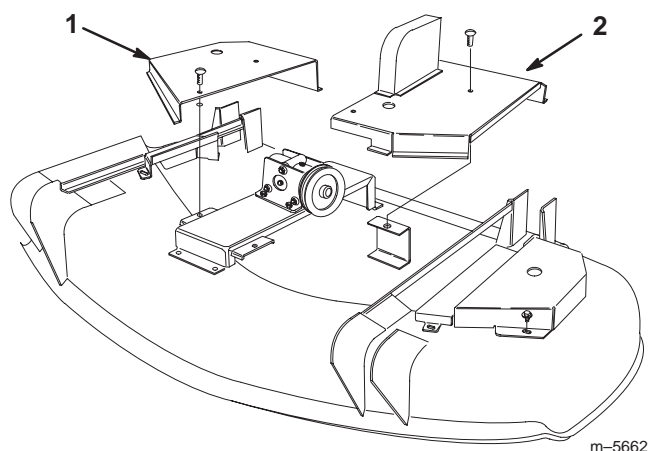

Figure 33
1. Desserrez les fixations des carters intérieurs gauche et droit du plateau de coupe, puis déposez les carters (Fig. 33).
5. Reposez les carters intérieurs gauche et droit sur le plateau à l'aide des fixations (Fig. 33).